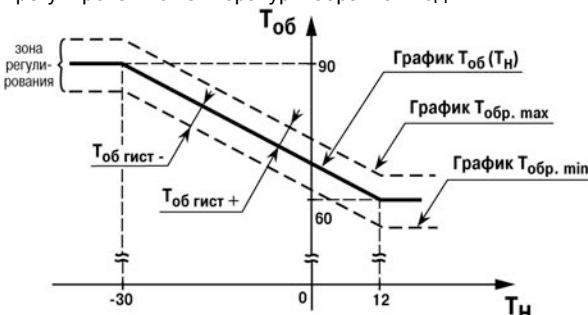

Рисунок 6.13
6.12.17 **Тобр. Гист+, Тобр. Гист-** – Конфигурационные параметры, определяющие границы допустимого изменения относительно графика температуры обратной воды, возвращаемой в теплосеть (см. рисунок 6.13). При выходе температуры обратной воды за заданные пределы прибор переходит к регулированию температуры обратной воды.